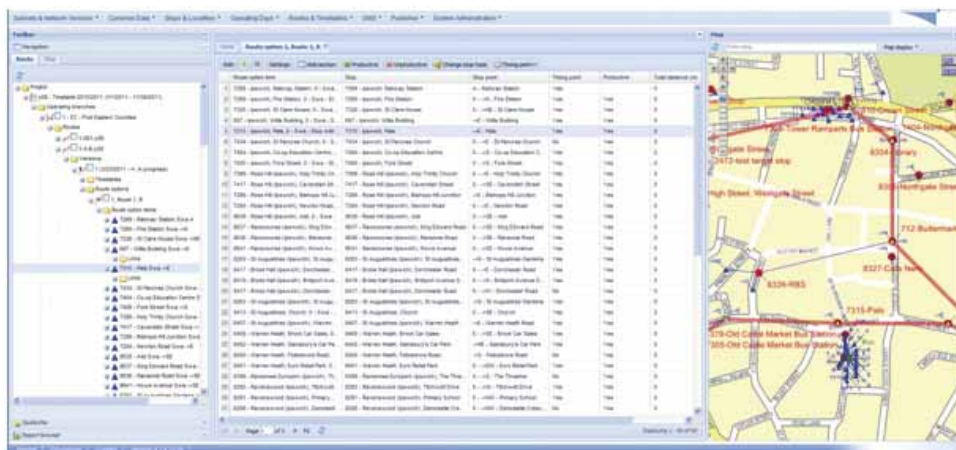

Abbildung 4: Linie auf Karte anlegen
- Linie auf Karte anlegen in DIVA Web Karte (siehe Abb. 4)